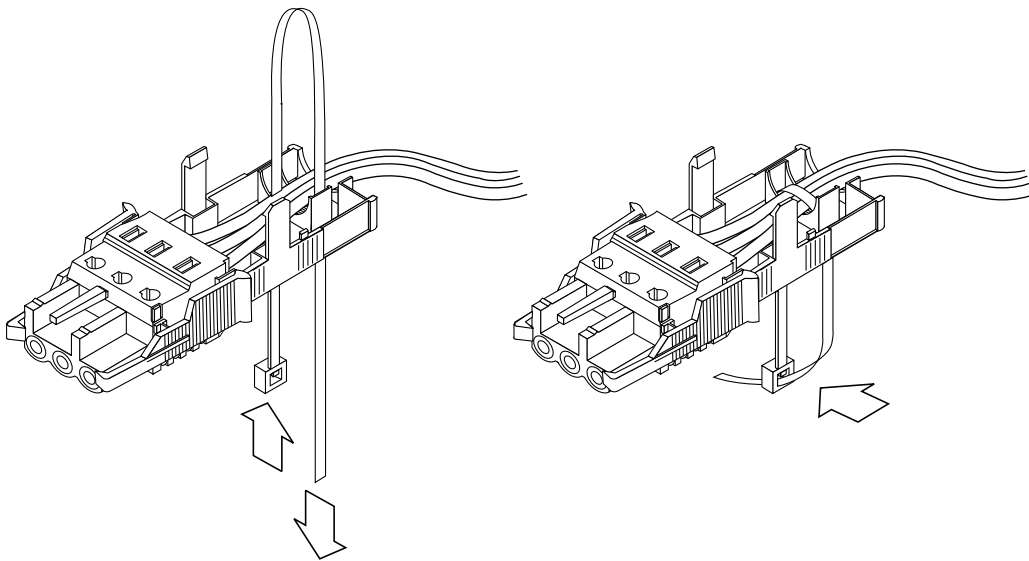

図 3-8 保護カバーへの配線の固定
3. タイラップを保護カバーの底部から挿入します (図 3-8 を参照)。
4. 保護カバーの底部のもう一方の穴にタイラップを通してすべての配線を束ね、保護カバーに配線をしっかりと固定できるように締め付けます (図 3-8 を参照)。